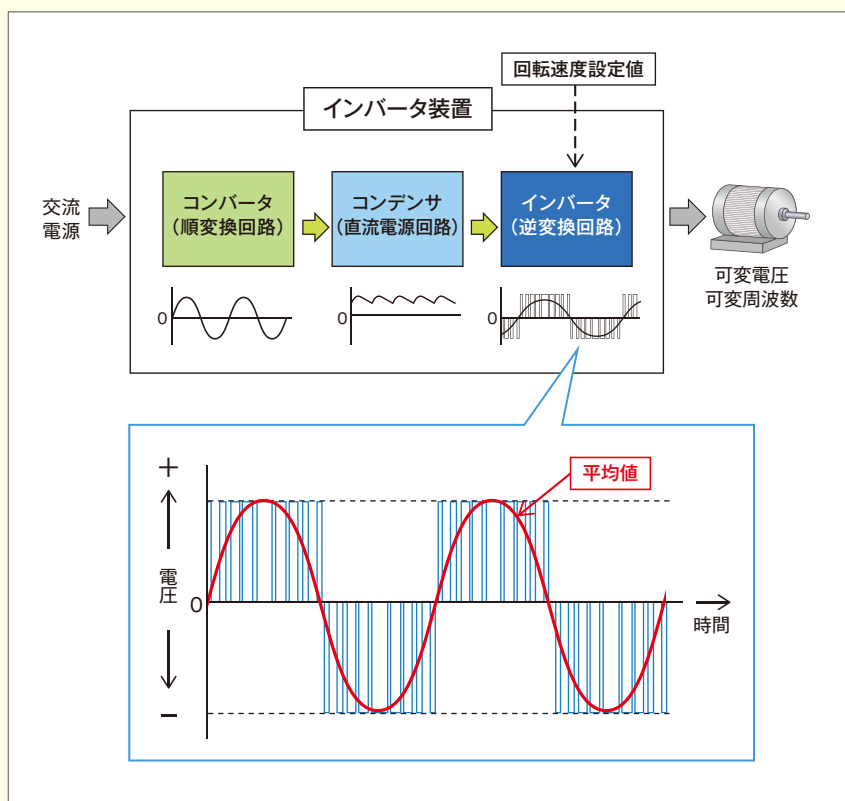
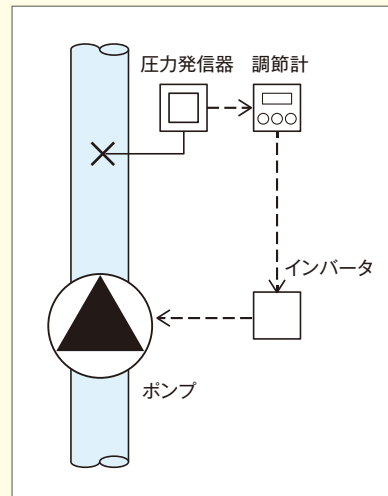

図1
図2
日本はかつて世界の中でも省エネの実績を積重ね、独自の省エネ技術は技術的に世界のお手本となるレベルでした。しかしながら、SDGsの達成度を評価した「持続可能な開発報告書」の2023年版では、日本のSDGs達成度は166カ国中21位(図1)で、前年(163カ国中19位)から2ランク下がりました。なかでも気候変動対策とジェンダー平等は「最低評価」でした。2050年度までにカーボンニュートラル(CN) 脱炭素社会への移行を宣言した国家目標の設定と推進策の実施にもかかわらず、ライフサイクルアセスメントの実施状況は極めて低いのが現状です。とくに製造業では今年度からカーボンフットプリント(CFP) データの提供が本格的な開始となりますが、CFPデータの信頼度向上に寄与する1次データ(実際に測定して取得したデータ)の取得と提供は、図2に示されるように普及していないのが現状です。
インバータは図1のように交流を直流にするコンバータ（順変換回路）、直流電源のコンデンサ、直流を任意の周波数と電圧に変換するインバータ（逆変換回路）で構成されていますが、一般にはこれらを合わせた装置全体をインバータと称しています。
インバータの入力は日本国内の場合、周波数が50Hzまたは60Hzの交流電源ですが、インバータは印加された交流電源を一度直流電源に変換し、その後、任意の周波数と任意の電圧に調整した交流電力を出力します。直流から交流への変換はPWM変調（\*2）と電圧値を同時に可変して行います。出力電力は図1のような電圧を調整したパルス状の出力になりますが、電動機の巻き線コイルのフィルター効果により、その平均値は正弦波交流に近い値になります。
ビルのポンプやファンに使用されているインバータのほとんどが、回転速度をフィードバックしないオープンループのV/f制御ですが、インバータは制御系の中では操作端として働きますので、制御系全体としては制御量を適切にコントロールすることができます。図2の例はポンプの吐出圧力の制御ループです。吐出圧力は、圧力発信器→調節計→インバータ→ポンプという制御ループ全体で適切に制御されます。